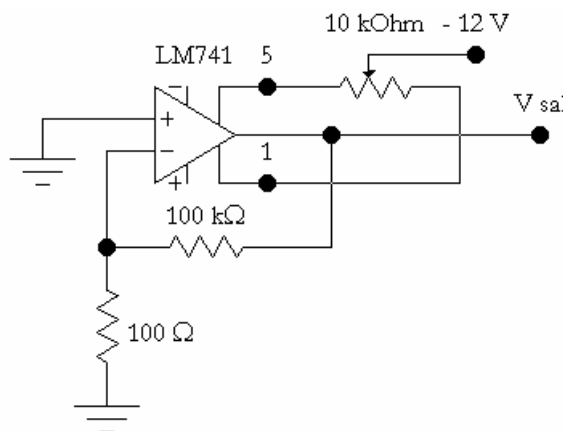

Figura 1
- 1.1. Armar el circuito de la Figura 1 alimentando el operacional con +12 y -12 Volt. Mantener esta alimentación a lo largo de todo el práctico.